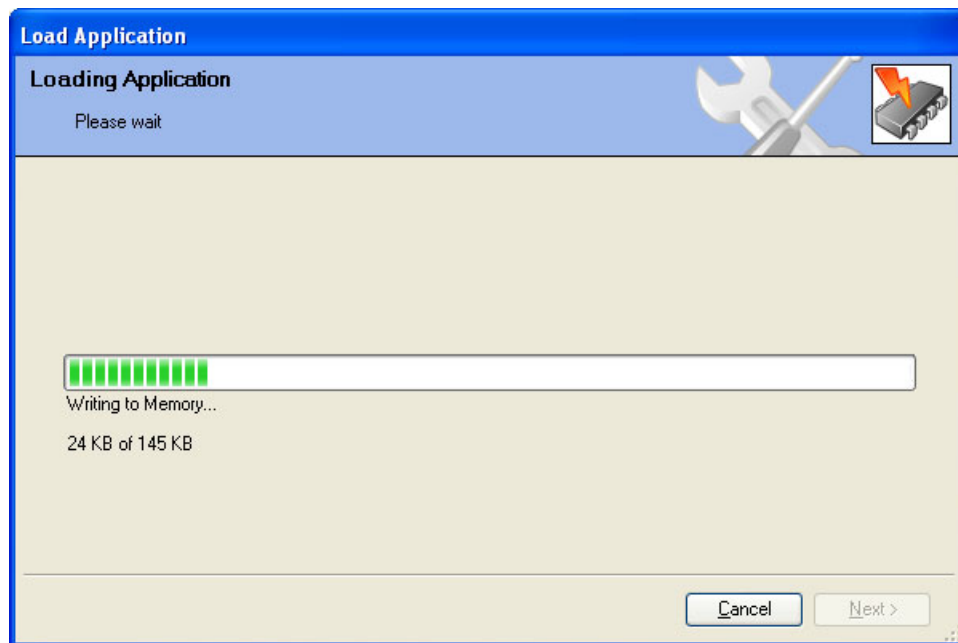

図 B-7. DVP メモリへのアプリケーションの書き込み
8. [Next (次へ)]ボタンを押して、DVPソフトウェアアプリケーションのロードを続行します。読み込みウィンドウのステータスは、図B-7に示すように自動的に表示されます。